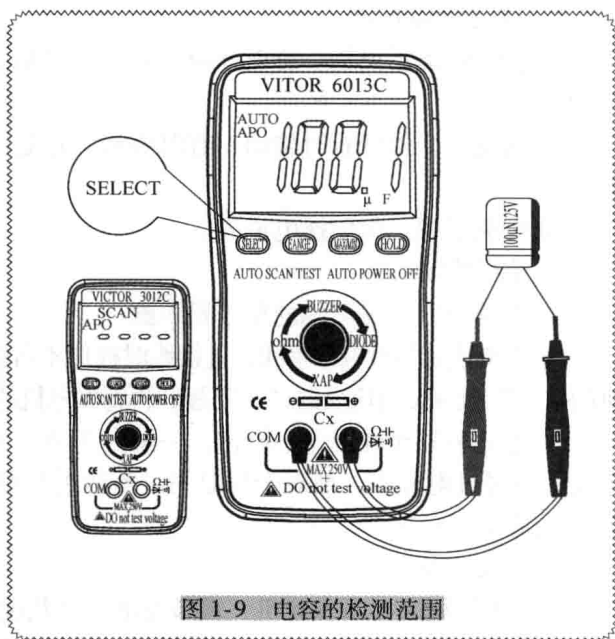

图 1-9 电容的检测范围
① 开启电源, 初始状态为电阻、二极管、通断测量及电容自动识别模式, 将红、黑表笔分别插入 $\varnothing$ 和 COM, 如图 1-9 所示。
② 触发 SELECT 键四下, 进入自动电容测量模式状态。在自动识别模式测量电容时, RANGE、MAX/MIN、HOLD 键不起控制作用; 当被测电容小于 0.5nF 或大于 $600\mu\text{F}$ 时, 应触发 SELECT 键四下选择自动电容测量模式, 此时的 MAX/MIN、HOLD、RANGE 键起控制作用。电容档误输入高压电 220V , 电路可以自动保护, 不会损坏仪表。电容检测范围见表 1-3。过载保护: 250V 直流或交流峰值。
③ 注意: